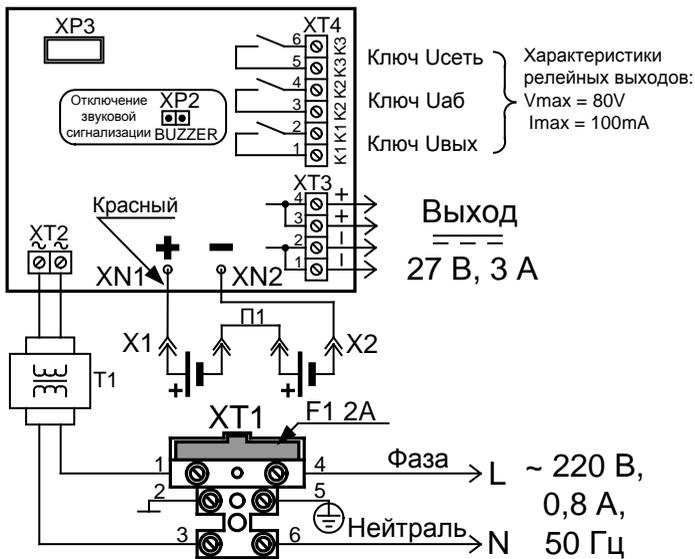

Рисунок 1 Схема подключения РИП
1.2.15 РИП обеспечивает возможность отключения звуковой сигнализации путём снятия перемычки с разъёма ХР2 (расположение разъёма показано на Рис. 1).
**Внимание!** При подключении внешнего питающего напряжения 220 В к сетевой колодке необходимо соблюдать правильность подключения проводов «фаза» и «нейтраль». Подключение производить в соответствии с рисунком, расположенным на внутренней стороне корпуса или в соответствии с Рис. 1 данной этикетки.
- подключить нагрузку к выходной клеммной колодке, соблюдая полярность (ХТЗ/1,2 – «-», ХТЗ/3,4 – «+», см. Рис. 1).
ж) При необходимости организации дистанционной сигнализации наличия сетевого напряжения, выходного напряжения и напряжения батареи подключить выходы оптореле К1, К2 и К3 к шлейфам сигнализации приборов согласно Рис. 1. Состояния цепей оптореле приведены в Таблице 1.